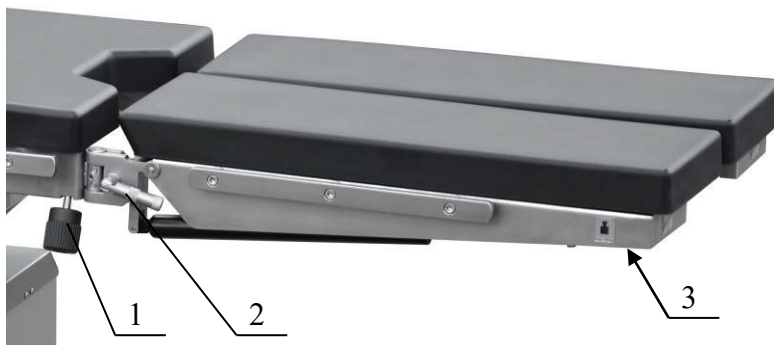

Рисунок 6. Ножные секции на газовых пружинах.
- Отверните на один оборот зажим 1(Рисунок 6);
- Отверните на один оборот зажим шарнира ножной секции 2 (Рисунок 6);